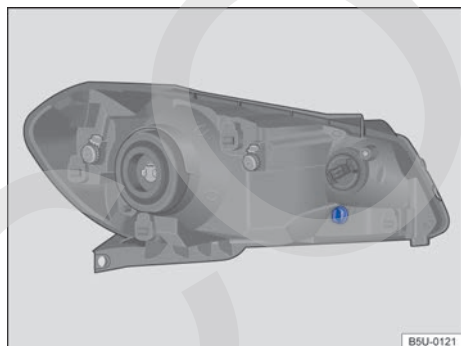
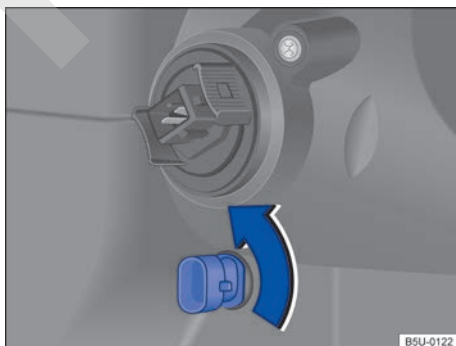

Fig. 181 En el compartimento del motor: ubicación de la lámpara incandescente de la luz de posición.
Fig. 182 Portalámparas incandescente de la luz de posición.
4. Girar el portalámpara → fig. 181, en el sentido de la flecha → fig. 182, y desencajarlo del alojamiento.
9. Presionar el portalámpara hasta el tope y girarlo en el sentido contrario al de la flecha → fig. 182.